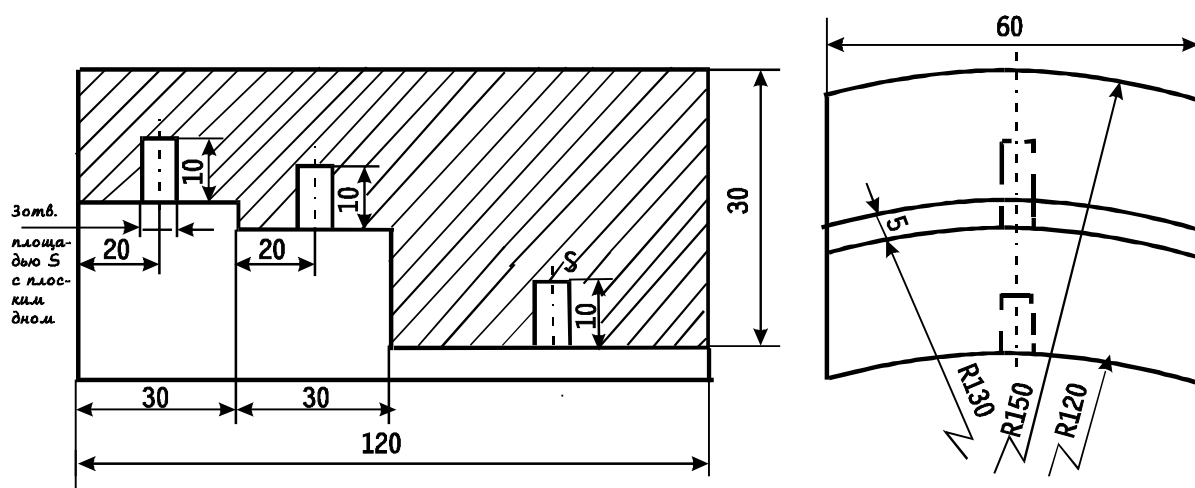
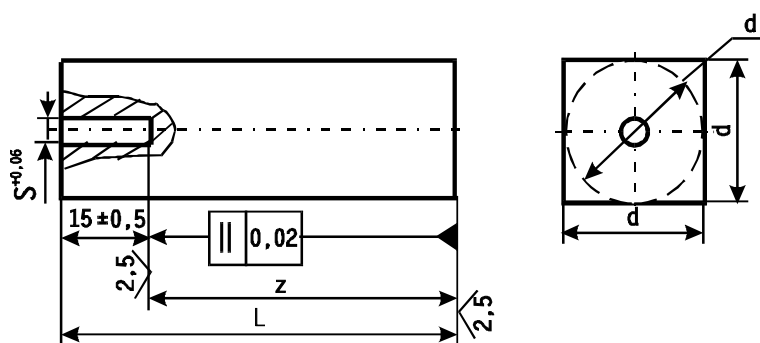

Рисунок 3.9
Рисунок 3.10
3.5.4 Кривую ВРЧ строят по точкам - вершинам импульсов эхосигналов. Поэтому для построения кривой необходим набор образцов (СОПов) с одинаковыми отражателями на разных глубинах: от минимальной до максимальной. Количество таких образцов зависит от диапазона контролируемых глубин, влияния ближней зоны ПЭП, наличия затухания в изделии и др., но в любом случае это число не может быть меньше трех. Чертежи СОПов обычно имеются в методиках на конкретные типы изделий. На Рисунок 3.9 приведен пример СОПа для УЗК поковки, где три отверстия находятся на одном образце. Иногда бывает удобным использовать ряд однотипных СОПов (Рисунок 3.10) с одним отверстием, глубина расположения которых задается согласно Таблице 3.1 (см. ОСТ 108.958.03-96).